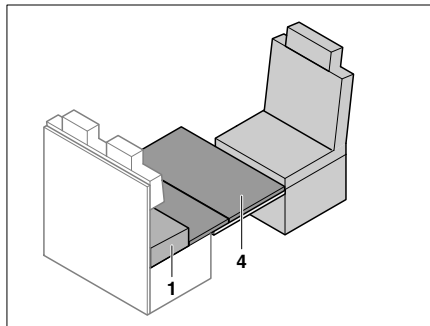

Fig. 192 Placer le support pour lit de secours
- Placer le support pour lit de secours (Fig. 192,4) sur la table. Ce faisant, placer le bord avant du support pour lit de secours directement contre le siège conducteur.